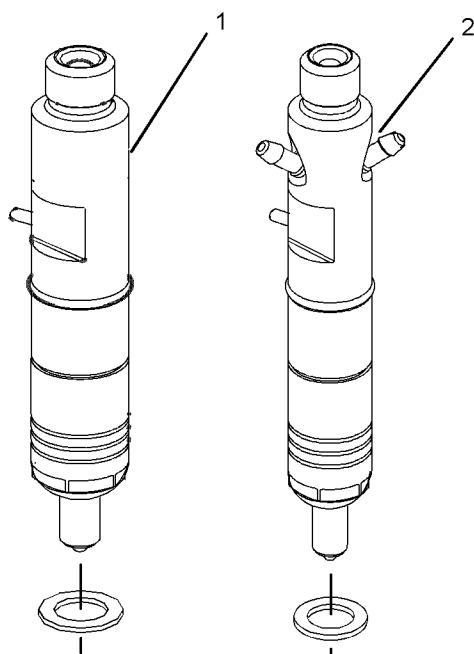

Ilustración 37
El inyector de combustible (1) en la ilustración 37 no tiene retorno de combustible. El inyector de combustible (2) tiene un retorno de combustible.